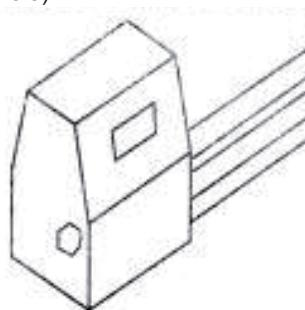

Рис. 3
- Ослабьте и выкрутите шестигранный болт с помощью ключа (рис. 3).